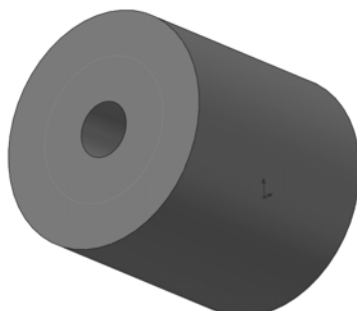

图 9-55 创建中面
(3) 单击  (确定) 按钮，生成的中面如图 9-55 所示。